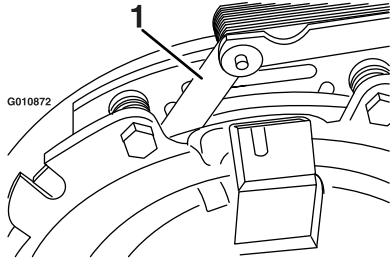
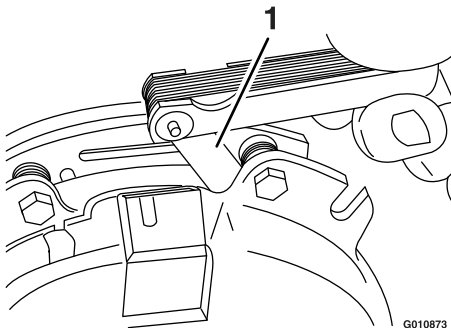

Bild 59
Bild 60
- E. Prüfen Sie mit einer Fühlerlehre (0,025 mm) den Abstand zwischen dem Drehzylinder und der Vorderseite der Lehre an beiden Seiten des Bremsschafts, wie in Bild 59 und Bild 60 abgebildet.